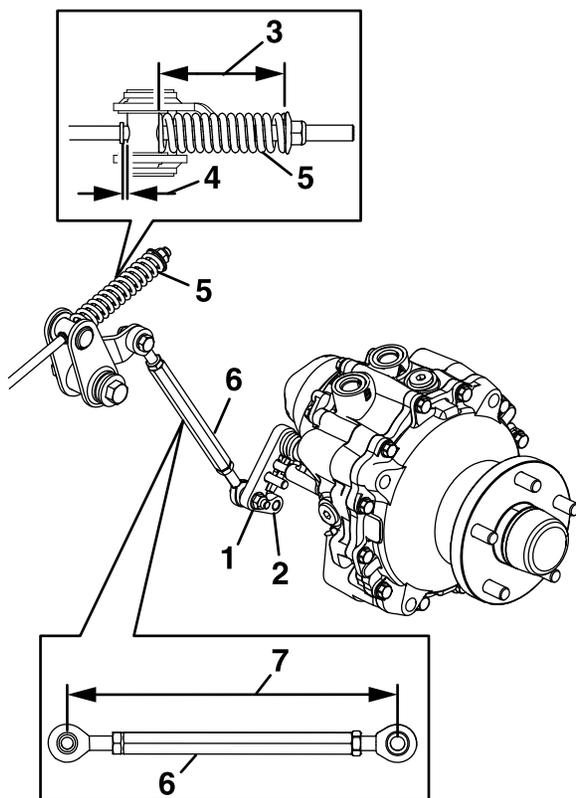

Рисунок 57
7. Измерьте длину узла тяги (Рисунок 57).
8. Измерьте длину пружины (Рисунок 57).